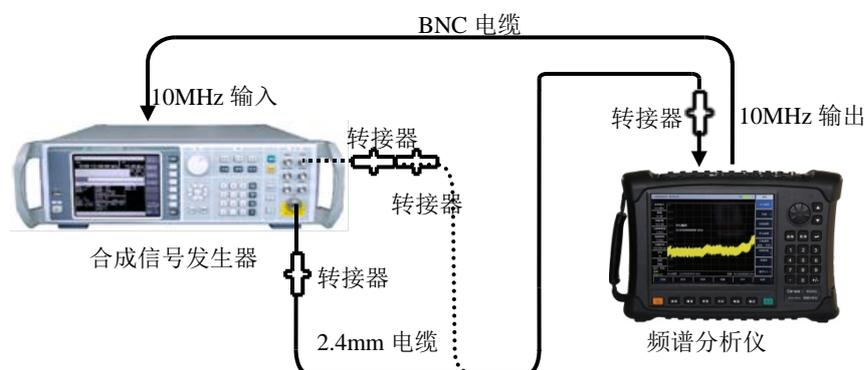

图 13-1 频率范围的测试
- 1) 如图 13-1 虚线连接测试设备，4024 频谱分析仪（以下简称为频谱分析仪）为合成信号发生器 1464C 提供参考频率，合成信号发生器的低频输出端口接到频谱分析仪的射频输
入端（如图 13-1 虚线所示）。
- 4) 如图 13-1 实线所示，用转接器和电缆连接合成信号发生器 1464C 的射频输出端与频谱分析仪的射频输入端。将信号发生器的输出频率设置为频谱分析仪对应型号的最高频率，调制功能关闭，输出功率-10dBm。